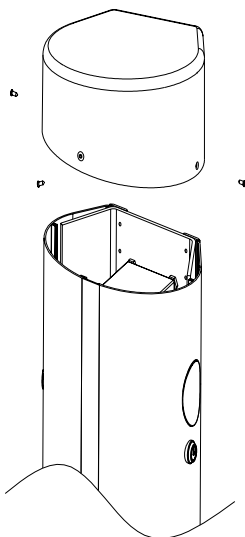

Fig. 3
- Sacar la tapa superior destornillando los tornillos (Fig. 3).